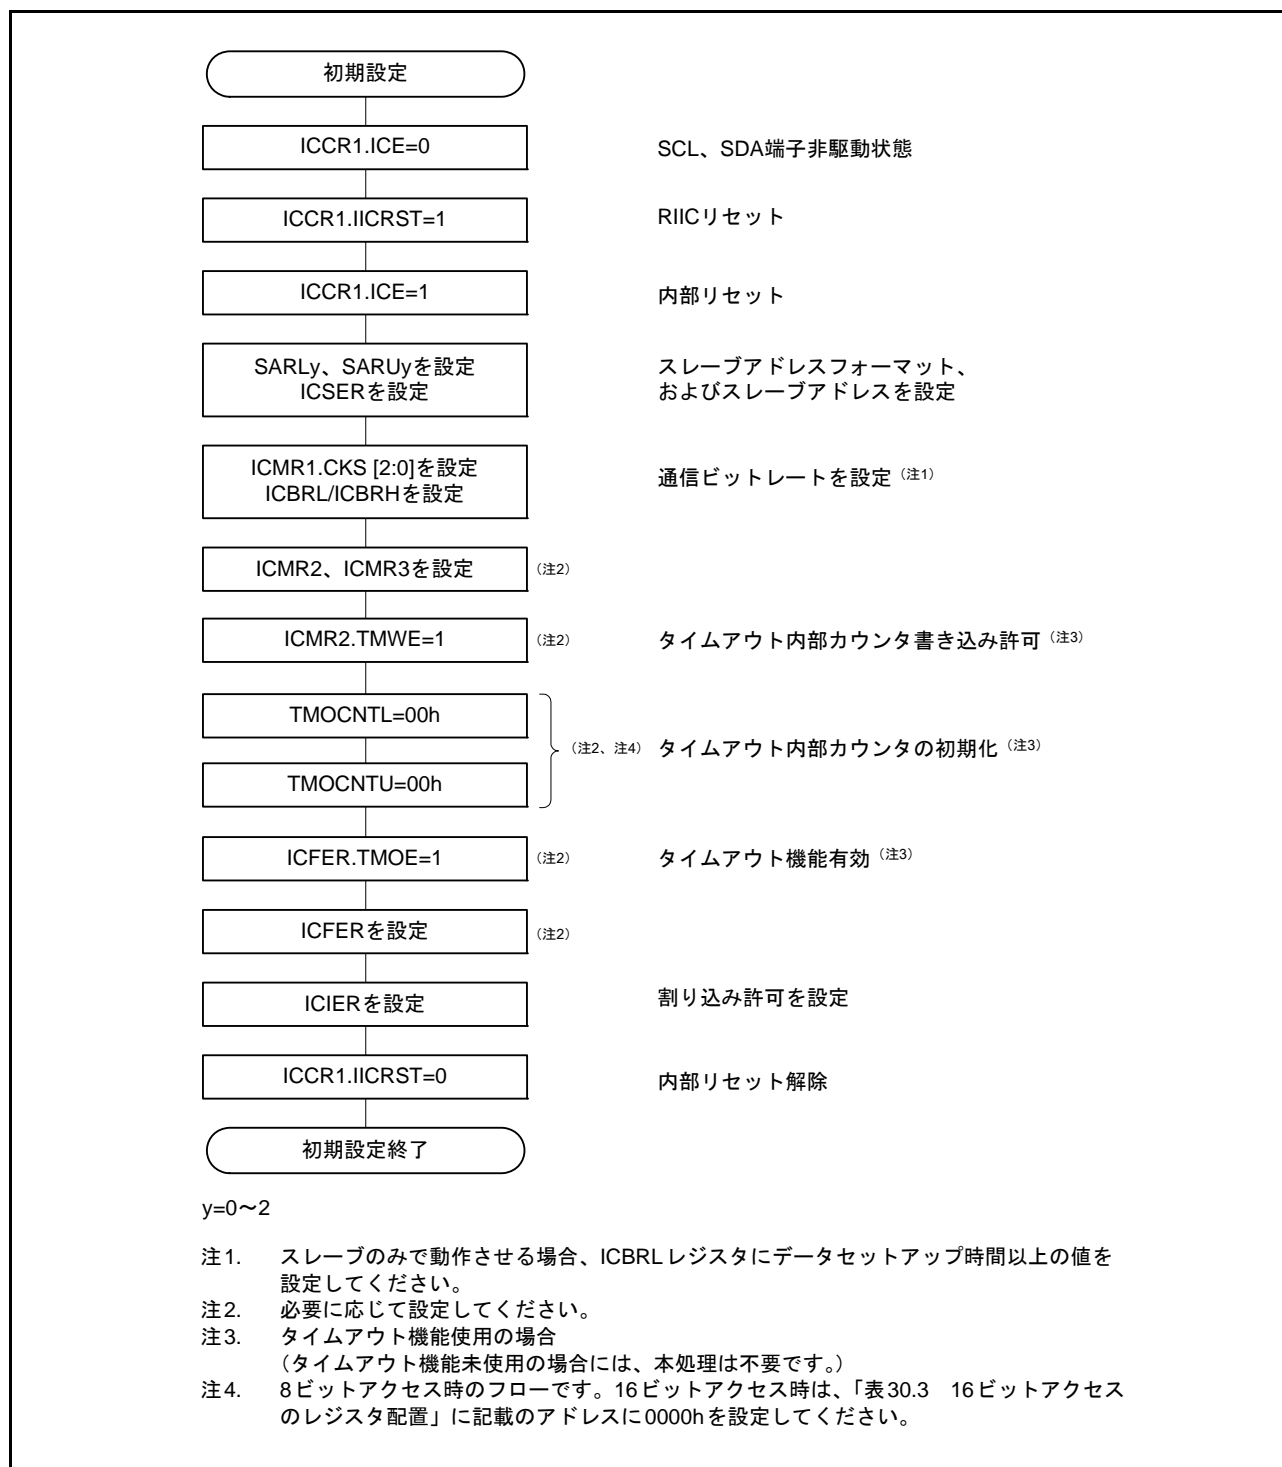

図 30.5 RIIC の初期化フローチャート例
データの送信/受信を開始する場合、図 30.5 に示す手順に従って RIIC を初期化してください。
- (1) ICCR1.ICE ビットを“0” (SCL、SDA 端子非駆動状態) にしたまま ICCR1.IICRST ビットを“1” (RIIC リセット) にした後、ICCR1.ICE ビットを“1” (内部リセット) にします。これにより ICSR1 レジスタの各フラグや内部状態の初期化を行います。その後、SARLy、SARUy、ICSER、ICMR1、ICBRH、ICBRL レジスタ (y=0 ~ 2) を設定し、その他のレジスタは必要に応じて設定してください (RIIC の初期設定については図 30.5 を参照)。必要なレジスタの設定が終了したら、ICCR1.IICRST ビットを“0” (リセット解除) にしてください。すでに RIIC の初期化が完了している場合、この手順は不要です。
- (2) ICCR2.BBSY フラグを読んでバスが解放状態であることを確認した後、ICCR2.ST ビットに“1”を書きます (スタートコンディション発行要求)。RIIC はスタートコンディション発行要求を受け付けると、スタートコンディションを発行します。RIIC はスタートコンディションを検出すると BBSY フラグ、ICSR2.START フラグを自動的に“1”にし、ST ビットを自動的に“0”にします。このとき ST ビットが“1”の状態で自分が出した SDA 信号と SDA ラインの状態がずれることなくスタートコンディションを検出した場合、RIIC は ST ビットによるスタートコンディション発行が正しく行われたと認識し、ICCR2.MST、TRS ビットを自動的に“1”にしてマスタ送信モードになります。また ICSR2.TDRE は、TRS ビット=1 により自動的に“1”になります。
- (3) ICSR2.TDRE フラグが“1”であることを確認した後、ICDRT レジスタに送信データ (スレーブアドレスと R/W# ビット) を書いてください。ICDRT レジスタに送信データを書くと TDRE フラグは自動的に“0”になり、ICDRT レジスタから ICDRS レジスタにデータが転送されて、再び TDRE フラグが“1”になります。R/W# ビットを含むスレーブアドレスの送信が完了すると、送信された R/W# ビットにより自動的に TRS ビットが変更され送信モード/受信モードが選択されます。RIIC は R/W# ビット=0 を受信すると、引き続きマスタ送信モードの状態を継続します。
- (2) ICCR2.BBSY フラグを読んでバスが解放状態であることを確認した後、ICCR2.ST ビットに“1”を書きます (スタートコンディション発行要求)。RIIC はスタートコンディション発行要求を受け付けると、スタートコンディションを発行します。RIIC はスタートコンディションを検出すると BBSY フラグ、ICSR2.START フラグを自動的に“1”にし、ST ビットを自動的に“0”にします。このとき ST ビットが“1”の状態でも自分が出した SDA 信号と SDA ラインの状態がずれることなくスタートコンディションを検出した場合、RIIC は ST ビットによるスタートコンディション発行が正しく行われたと認識し、ICCR2.MST、TRS ビットを自動的に“1”にしてマスタ送信モードになります。また ICSR2.TDRE フラグは、TRS ビット = 1 により自動的に“1”になります。
- (3) ICSR2.TDRE フラグが“1”であることを確認した後、ICDRT レジスタに送信データ (スレーブアドレスと R/W# ビット) を書いてください。ICDRT レジスタに送信データを書くと TDRE フラグは自動的に“0”になり、ICDRT レジスタから ICDRS レジスタにデータが転送されて、再び TDRE フラグが“1”になります。R/W# ビットを含むスレーブアドレスの送信が完了すると、送信された R/W# ビットにより自動的に ICCR2.TRS ビットが変更され送信モード/受信モードが選択されます。RIIC は R/W# ビット = 1 を受信すると、9 クロック目の立ち上がりで TRS ビットを“0”にしてマスタ受信モードに移行します。このとき TDRE フラグは“0”に、ICSR2.RDRF フラグは自動的に“1”になります。このとき ICSR2.NACKF フラグが“1”なら、スレーブデバイスが認識されていないか、あるいは通信不良が発生しているかですので、ストップコンディションを発行してください。ストップコンディションの発行は ICCR2.SP ビットに“1”を書くことで行えます。
- (1) 図 30.5 に示す手順で RIIC を初期設定してください。すでに RIIC の初期化が完了している場合、この手順は不要です。初期設定完了後、RIIC はスレーブアドレスが一致するまで待機状態となります。
- (2) RIIC はスレーブアドレスが一致した場合、SCL クロックの 9 クロック目の立ち上がりで該当する ICSR1.HOA, GCA, AASy ビット (y=0 ~ 2) のいずれかを “1” にし、SCL クロックの 9 クロック目のアクノリッジビットに ICMR3.ACKBT ビットに設定した値を返信します。このとき受信した R/W# ビットが “1” のとき、ICCR2.TRS ビットおよび ICSR2.TDRE フラグを “1” にし、自動的にスレーブ送信モードに切り替わります。
- (3) ICSR2.TDRE フラグが “1” であることを確認した後、ICDRT レジスタに送信データを書いてください。このとき、ICFER.NACKF ビットが “1” の状態でマスタデバイスからアクノリッジがなかった (NACK を受信した) 場合、RIIC は次の通信動作を中断します。
- (4) ICSR2.NACKF フラグが “1” になるか、または最終送信データを ICDRT レジスタに書いた後、ICSR2.TDRE フラグが “1” の状態で、ICSR2.TEND フラグが “1” になるまで待ってください。ICSR2.NACKF フラグが “1” または TEND フラグが “1” の場合、RIIC は 9 クロック目の立ち下がり以降 SCL ラインを Low にホールドします。
- (5) ICSR2.NACKF フラグが “1” または ICSR2.TEND フラグが “1” の場合、終了処理のため ICDRR レジスタをダミーで読んでください。これにより SCL ラインを開放します。
- (6) RIIC はストップコンディションを検出すると、ICSR1.HOA, GCA, AASy ビット (y=0 ~ 2)、ICSR2.TDRE, TEND フラグ、ICCR2.TRS ビットを自動的に “0” にし、スレーブ受信モードに移行します。
- (7) ICSR2.STOP フラグが “1” であることを確認した後、次通信のために ICSR2.NACKF, STOP フラグを “0” にしてください。
- (2) RIIC はスレーブアドレスが一致した場合、RIIC は SCL クロックの 9 クロック目の立ち上がりで該当する ICSR1.HOA, GCA, AASy ビット (y=0 ~ 2) のいずれかを“1”にし、SCL クロックの 9 クロック目のアクノリッジビットに ICMR3.ACKBT ビットに設定した値を返信します。このとき受信した R/W# ビットが“0”なら、スレーブ受信モードの状態を継続し、ICSR2.RDRF フラグを“1”にします。
- (3) ICSR2.STOP フラグが“0”で、かつ ICSR2.RDRF フラグが“1”であることを確認したら、最初の 1 回目は ICDRR レジスタをダミーで読んでください（なお、ダミーで読んだ受信データは 7 ビットアドレスフォーマット時にスレーブアドレス + R/W# ビット、10 ビットアドレスフォーマット時は下位 8 ビットアドレスになります）。
- (4) ICDRR レジスタを読むと RIIC は ICSR2.RDRF フラグを自動的に“0”にします。なお、ICDRR レジスタの読み出しが遅れて、RDRF フラグが“1”になった状態で次のデータを受信すると、RIIC は RDRF フラグが“1”になるタイミングの 1 つ手前の SCL クロック立ち下がり で SCL ラインを Low にホールドします。この Low ホールドは ICDRR レジスタを読むことで解除され RIIC は SCL ラインを開放します。ICSR2.STOP フラグが“1”で、かつ ICSR2.RDRF フラグが“1”の場合、または全データ受信が完了するタイミングで ICDRR レジスタを読んでください。
- (5) RIIC はストップコンディションを検出すると、ICSR1.HOA, GCA, AASy ビット (y=0 ~ 2) を自動的に“0”にします。
- (6) ICSR2.STOP フラグが“1”であることを確認した後、次通信のために ICSR2.STOP フラグを“0”にしてください。